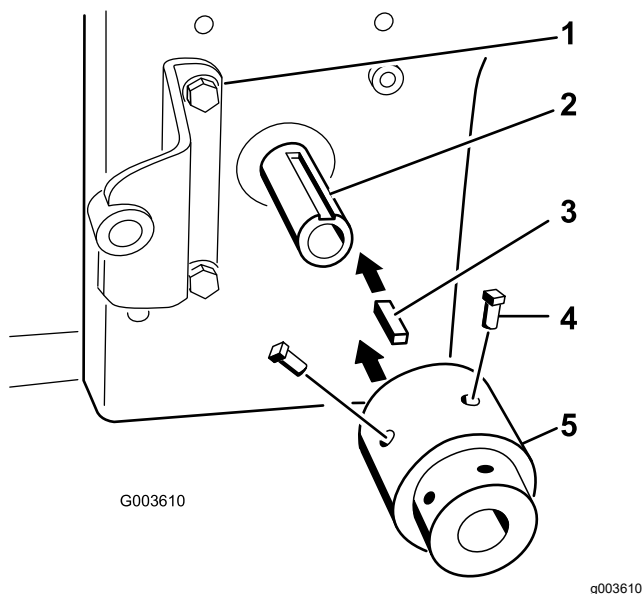

Figura 19
6. Instalai cheia pătrată (¼ x 1") în fanta din arborele prizei de putere a motorului (Figura 19).
7. Alinai ansamblul butucului cu cheia pătrată i instalezi-l în arborele prizei de putere (priză de putere) a motorului (Figura 19).
8. Aplicați agent de blocare a filetului pe cele 2 uruburi de reglare ($5/16 \times 3/4"$) i instalați-le în ansamblul butucului pentru a-l fixa pe arborele prizei de putere (Figura 19).